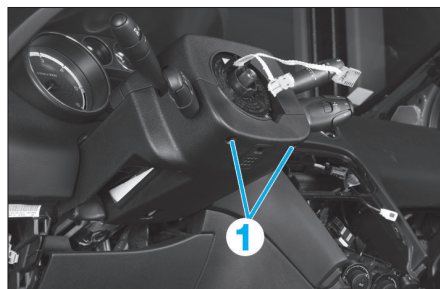

Fig. 3
- les vis inférieures de coquille de colonne de direction (1) (Fig.3),